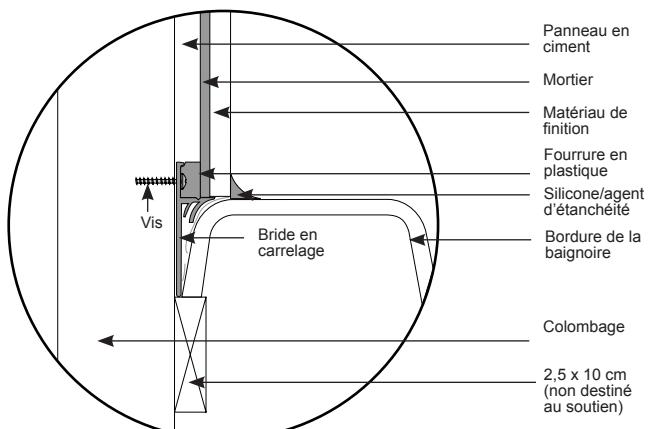

Figure 12 - soutien
- 4** Placez la baignoire dans la niche. Vissez la bride sur le montant en bois. Il pourra s'avérer nécessaire de compenser l'unité pour combler tout espace entre le poteau en bois et la bride (figure 12).